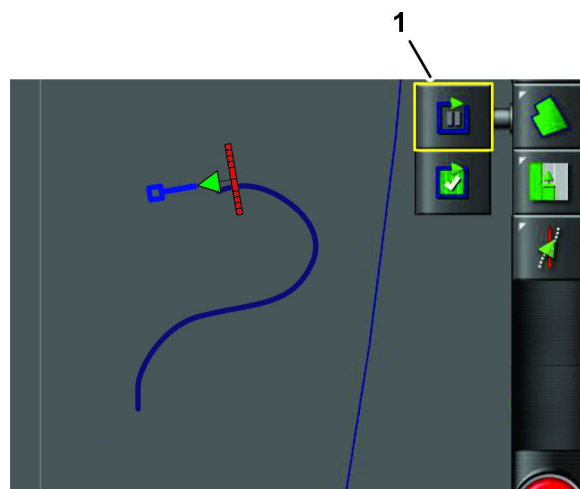

Figura 42
2. Pulse el icono PAUSAR REGISTRO DEL PERÍMETRO DE PARCELA (Figura 42).